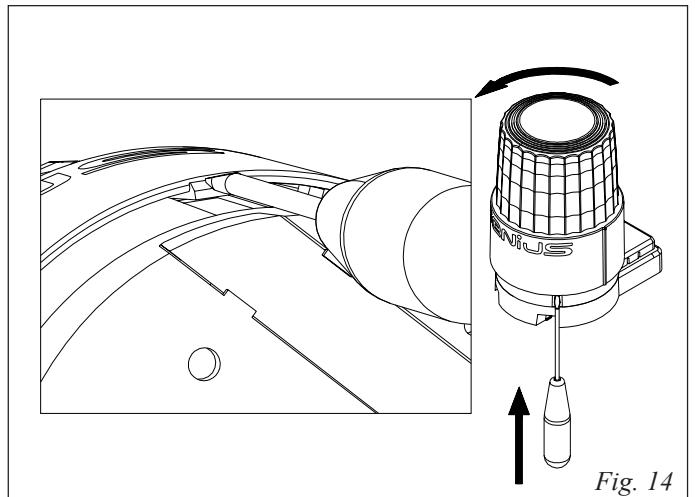

Fig. 14
1- Agire sul sistema di bloccaggio con un cacciavite come indicato nella Fig. 14 e contemporaneamente ruotare in senso antiorario la calotta .
- 1- Unscrew the locking system with a screwdriver as shown in Fig. 14, while turning the cap anti-clockwise.